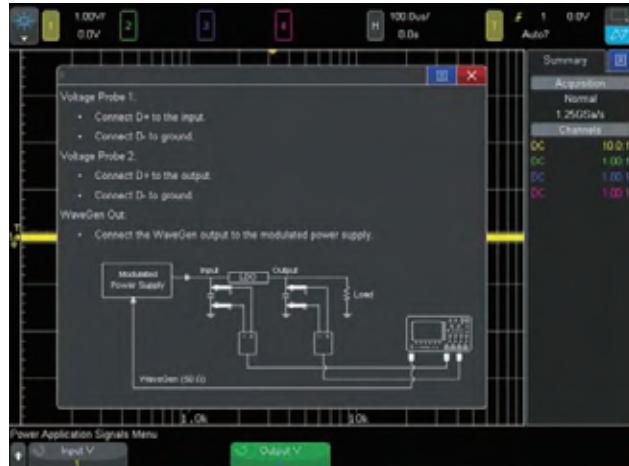

图 36: Signals 菜单中的 PSRR 连接图。
4. 通过求和网络，连接WaveGen输出(使用Agilent 4000 X系列示波器时仅连接Gen输出1)和被测器件的直流输入源，如图36的连接图所示。